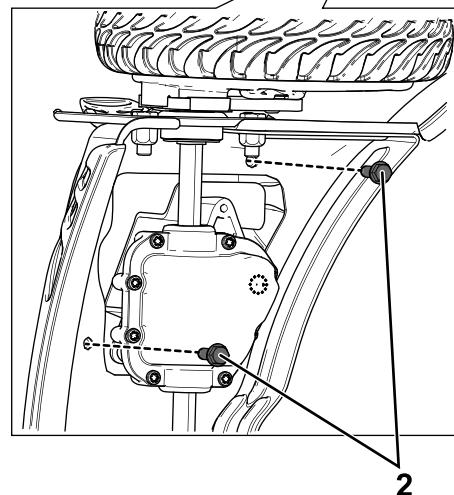

Bild 6
10. Entfernen Sie die vordere Riemenabdeckung und werfen sie weg; bewahren Sie die entsprechenden Schrauben auf (Bild 6).